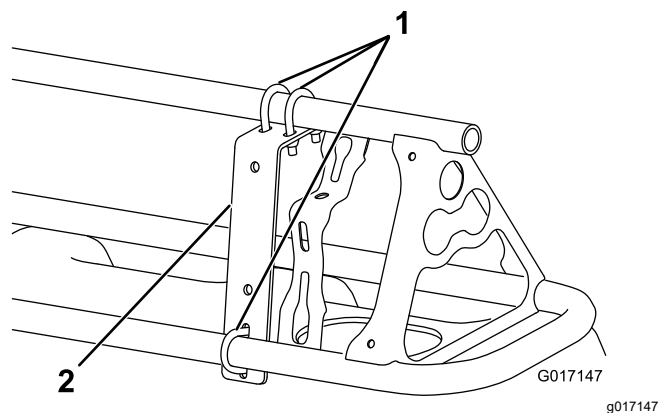
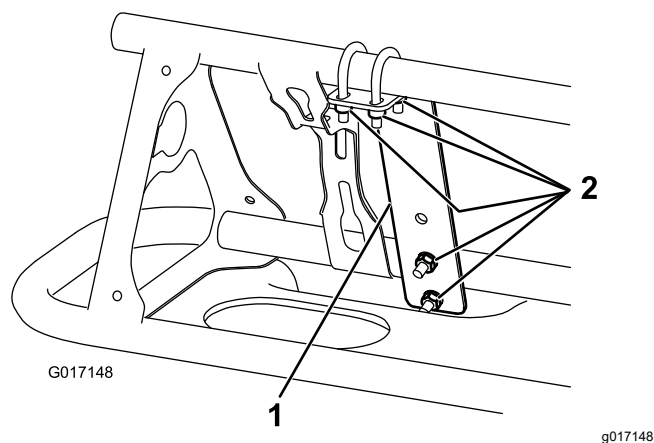

Figura 14
Figura 15
1. Instale um suporte de montagem na parte da frente de cada rampa perto do bico mais exterior (Figura 14 e Figura 15) com três cavilhas em U e 6 porcas de bloqueio (1/4 pol.).